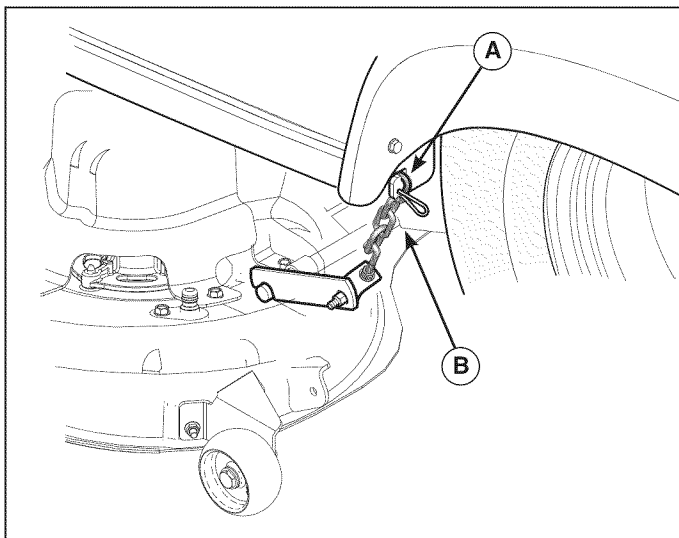

Figura 18
4. Quite el pasador de chaveta (A, Figura 18) y la cadenade elevación (B) del gancho en el marco del tractor. Repita en el otro lado.
6. Instale la cadena de elevación (**B**, Figura 18) en el gancho en el marco del tractor y asegure con el pasador de chaveta (**A**). Repita en el otro lado.